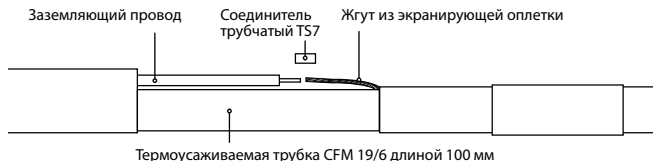

Рис. 8
4.1.8. Надвинуть на полученное соединение термоусаживаемую трубку CFM 19/6 длиной 100 мм (заземляющий провод и экранирующую оплетку вывести за пределы термоусаживаемой трубки, как показано на рис. 8). Термоусадить ее с помощью воздушного термопистолета горячим воздухом. Температура усадки 250°C. Соединить заземляющий проводник со жгутом из экранирующей оплетки с помощью соединителя трубчатого TS7 и обжать его ручным кремпером. (см. рис. 8а).
Рис. 8а